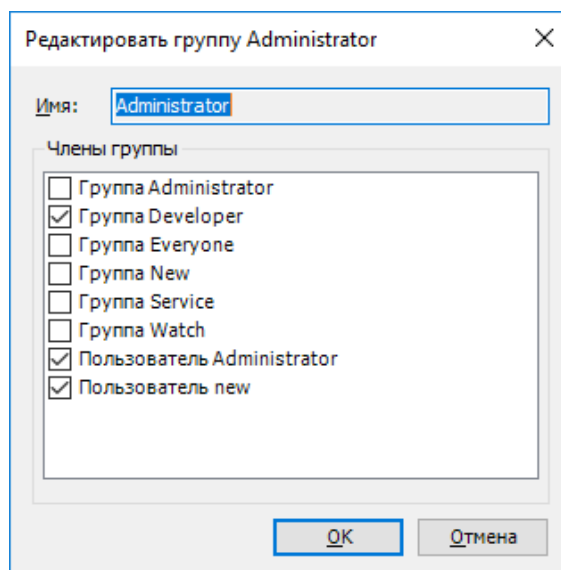

Рисунок 279 – Добавление / удаление пользователя в существующую группу
- для редактирования существующей группы (редактирование), выберите группу из списка и нажмите кнопку  **Редактировать...** (**Редактировать...**), либо нажмите двойным щелчком по ней. Далее в появившемся окне **Редактировать группу <...>** установите / снимите флажок в нужной строке, подтвердите действие нажатием кнопки **ОК** (Рисунок 279);